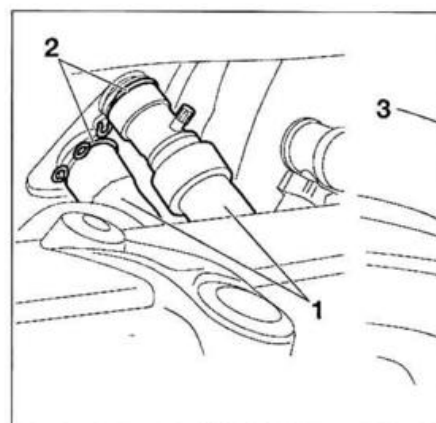

FIG. 10
. Separar parcialmente la moqueta de suelo., desconectar el conector (1) (fig. 10).